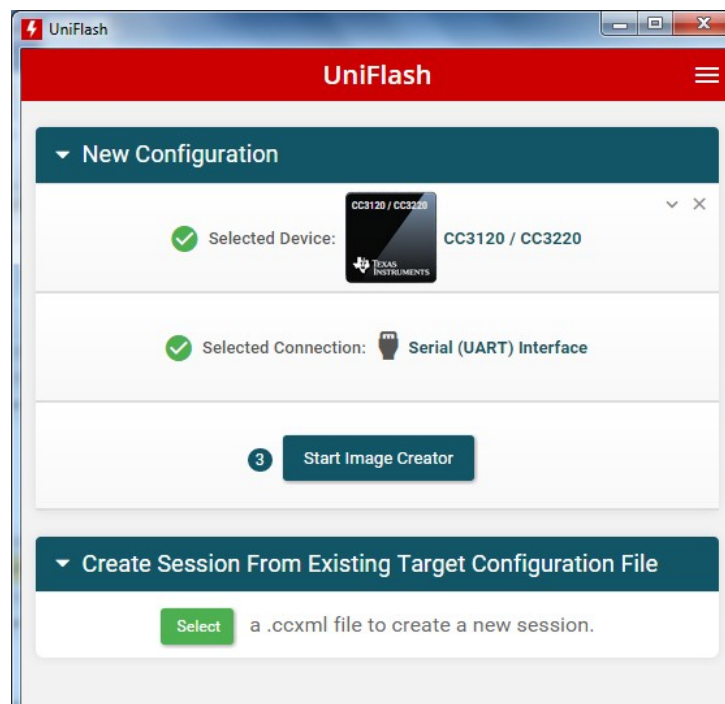

图 11. UniFlash——选择 CC3120/CC3220 器件
4. 选择 CC3120/CC3220 器件，然后单击启动映像生成器 (Start Image Creator) 按钮（见图 11）。